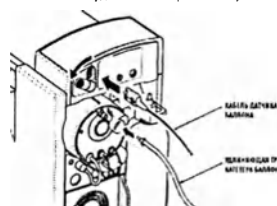

Рис. 23
- Свободной рукой откройте защитную шторку, расположенную на задней панели помпы, сдвигая ее влево, чтобы открыть вход датчика помпы внутриартериального баллона. Оставьте дверцу-шторку открытой вплоть до выполнения подключения. (См. рис. 23.)
- Вставьте разъем оптического датчика во входной разъем датчика помпы внутриартериального баллона. Разъем должен быть вставлен до щелчка. НЕ касайтесь открытого конца кабеля оптического датчика. (См. рис. 23.)